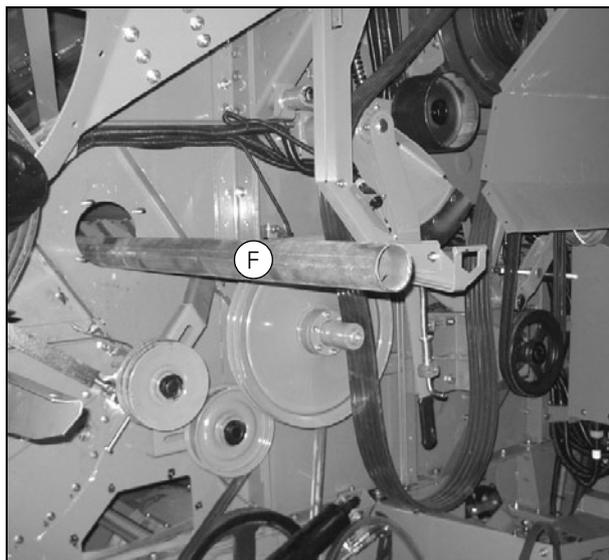

Рисунок 58
7. Вытащите задний битер через правую сторону. Удерживайте вал на весу с правой стороны при помощи вилчатого погрузчика или крана. Установите трубку (F) (Рис. 58) на вал с левой стороны. (диаметр трубки должен быть достаточно большим для установки на вал. Трубка предназначена для защиты резьбы от повреждений. Зафиксируйте вал в трубе при помощи остроконечного винта). Поднимите вал с левой стороны и снимите задний битер с машины.